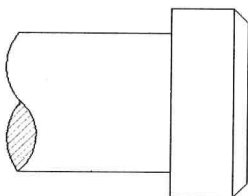
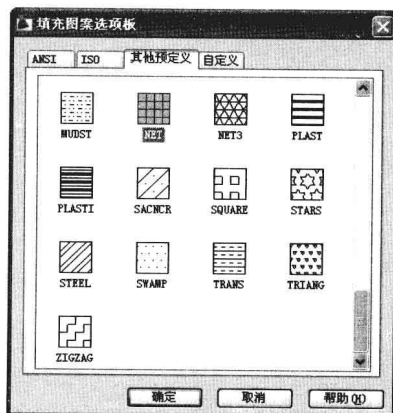

图 5-1-4
图 5-1-5
(3) 单击“添加:拾取点”按钮,暂时关闭对话框,在曲线区域内单击。单击点称为内部点。如果有多个需填充的区域,可以依次单击,按 Enter 键,确定选择的填充区域。
(4) 在“图案填充和渐变色”对话框中,单击“确定”按钮,图案被填充在所选区域内,如图 5-1-4 所示。
(5) 单击“图案填充”按钮,打开“图案填充和渐变色”对话框,单击“添加:拾取点”按钮,在要填充的矩形区域内单击,按 Enter 键,确定选择的填充区域。
(6) 单击图案名称右侧的“浏览”按钮,打开“填充图案选项板”对话框,单击“其他预定义”选项卡,单击图案名称 NET,单击“确定”按钮,如图 5-1-5 所示。